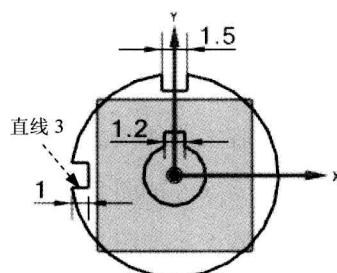

图 2.13.16 水平标注 (三)
(3) 参照上述步骤可标注直线 3 的水平长度 (图 2.13.16), 尺寸值为 1。